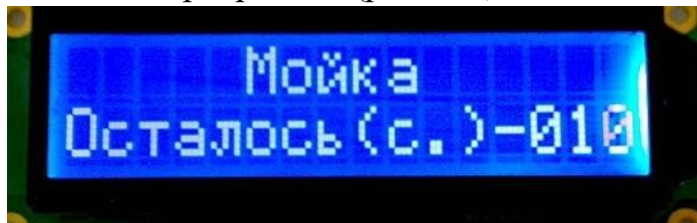

Рис. 6.1.
5.4. Мойка работает по трем программам длительностью 20, 40, 60с выбираемой в зависимости от степени загрязнения колеса. Во время процесса мойки дисплей отображает количество секунд оставшихся до конца выполнения программы (рис. 6.1)